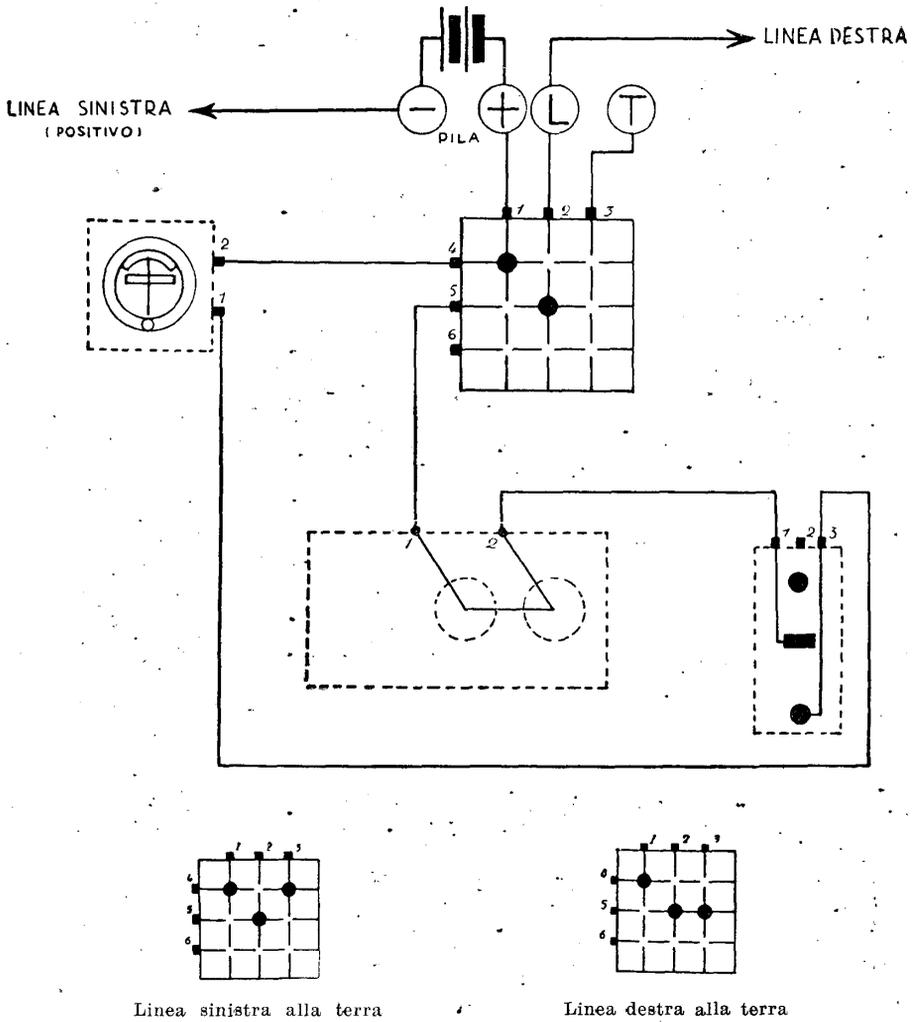

Fig. 45 — Ufficio Intermedio a Corrente Continua (con Pila)
- 3°) Intermedio con Pila (Fig. 45 e Fig. 46)
Se l'Ufficio Estremo ha la Pila, allora il filo di Linea deve essere collegato alla Batteria, come è precedentemente descritto (Fig. 45).